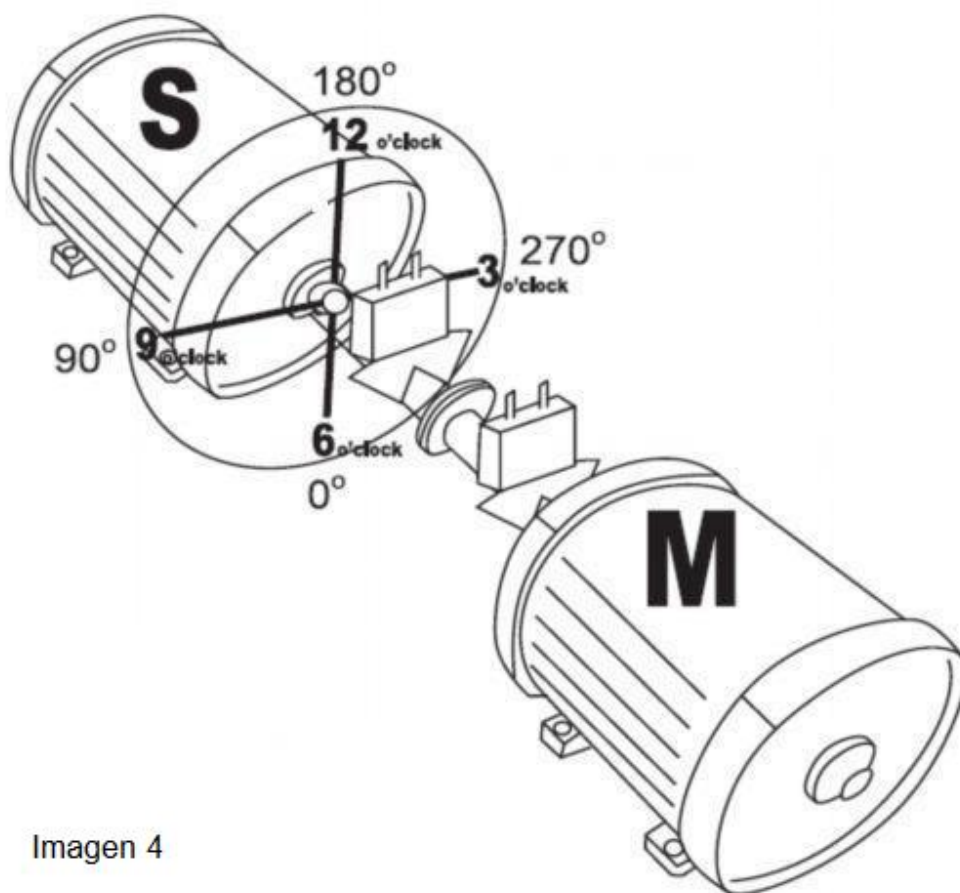

Imagen 4
Para llevar a cabo la medición, es importante orientar la dirección de rotación de los ejes y la posición relativa de los sensores a la máquina (S) y (M). Se muestra en la imagen 4.
La imagen 4 muestra la máquina (S) desde la perspectiva de la máquina (M) en la posición de 12h. Los sensores de medición presentan en la parte superior una marca (S) o (M) y debe basarse en el eje respectivo de la máquina (S) o (M) a la hora de montarse.